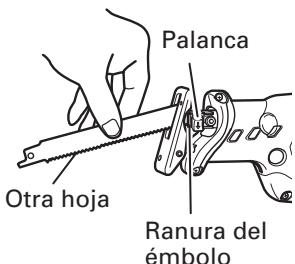

Fig. 8
- (1) Si una parte de la hoja de sierra rota sobresale de la peque a hendidura del  mbolo, extraiga la parte saliente y extraiga la hoja.
- (2) Si la hoja de sierra rota se encuentra oculta dentro de la peque a hendidura, enganche la hoja rota utilizando la punta de otra hoja de sierra y extra『gala. (Fig. 8)